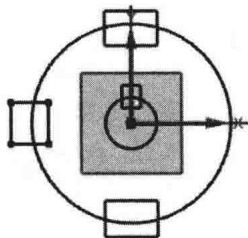

图 1.2.7 镜像 1
Step5. 以 X 轴为镜像中心,镜像绘制第三个矩形,如图 1.2.7 所示。